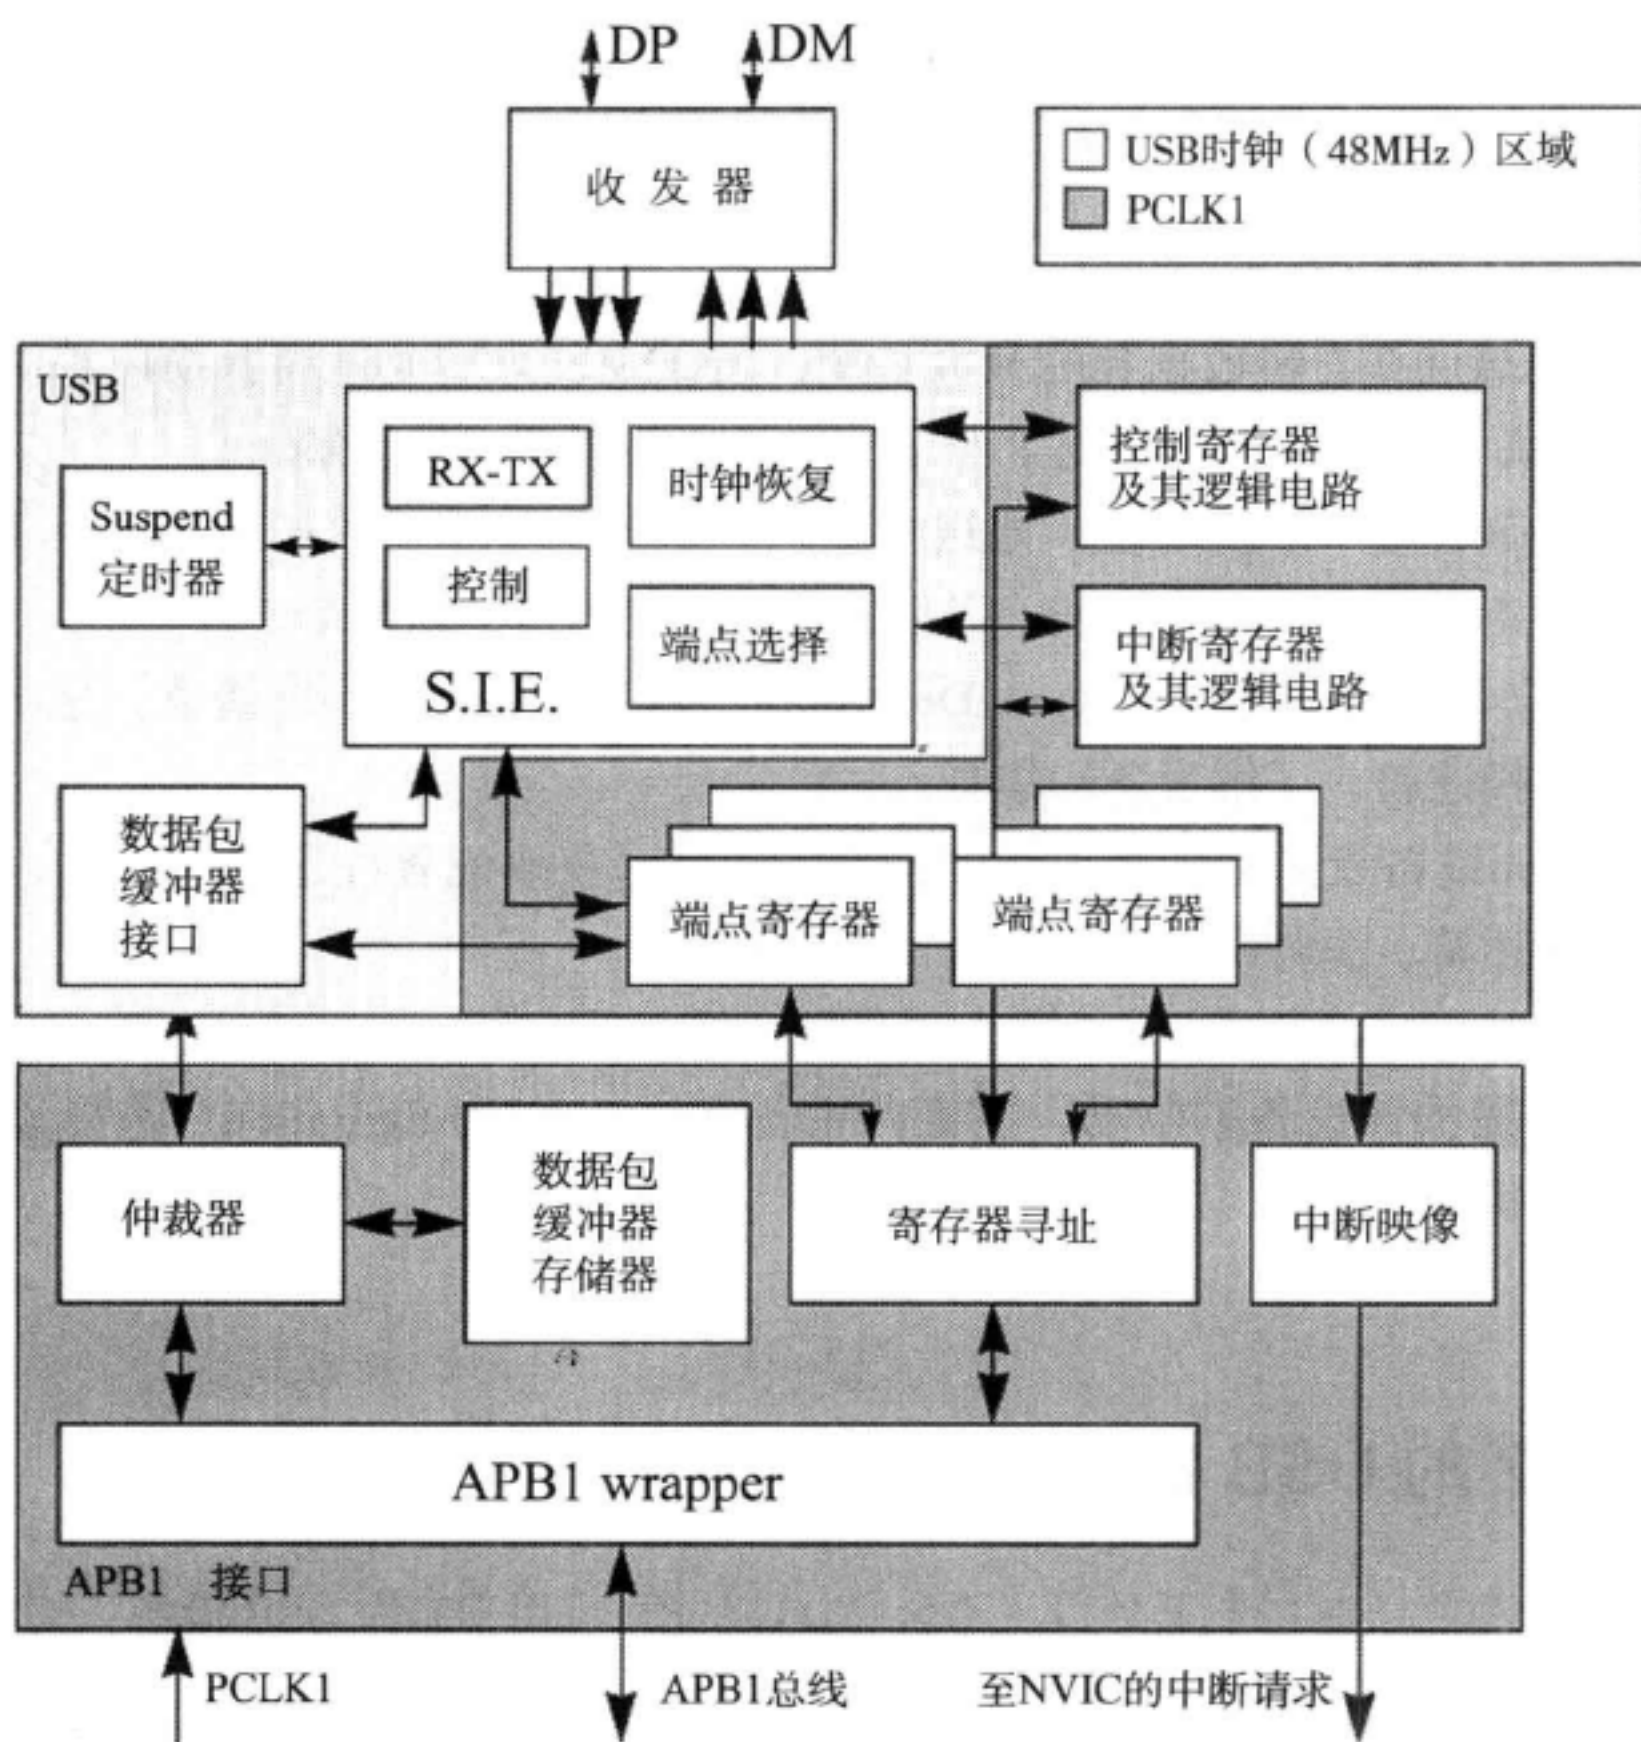

图 20-6 STM32 USB 控制器结构
见图 20-6, 这是 STM32F103 系列的 USB 控制器的结构图。它主要具有如下结构。
注意: 图 20-6 表示的 USB 模块分为两个区域。SIE 部件、数据包缓冲器接口、Suspend 定时器工作于 USB 48 MHz 的时钟下, 它由 PLLCLK 经 USB 预分频器得到, 其他部分的时钟则由 PCLK1 提供。
3) `usb_mem.c`，本文件主要负责进行数据传输处理。它主要负责数据在用户区域（内存）或 USB 数据包缓冲区（参考图 20-6）的互相转移。